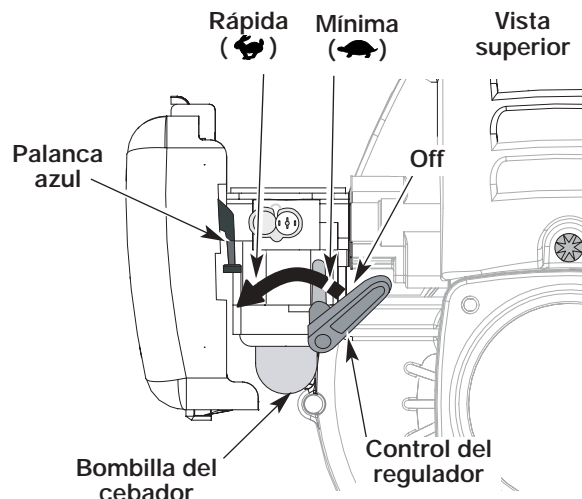
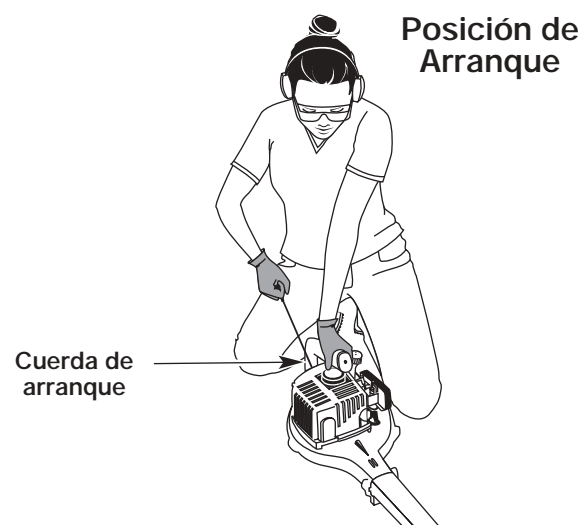

Fig. 2
Fig. 4
**ADVERTENCIA:** Evite los arranques accidentales. Esté en posición de arranque cuando hale la cuerda (Fig. 4).
4. Ponga la unidad en la posición de arranque (Fig. 4). Coloque el control del regulador en la posición de **RÁPIDA** (👉) (Fig. 2).
1. Para apagar el soplador, mueva la palanca de control del regulador todo hacia la derecha, más allá de la posición de baja en vacío (👈) hasta que sienta un clic. Cerciérese de mover la palanca hasta el retén de la extrema derecha para apagar la unidad (Fig. 2).